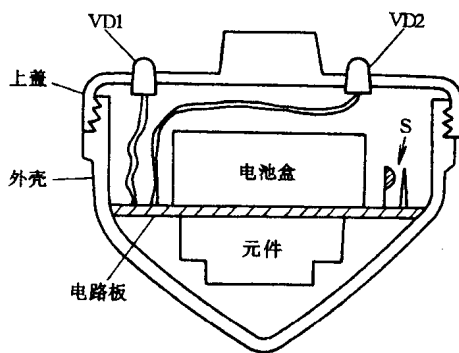

图 2-16
(16) 将电路板(含电池盒和电池)放入陀螺外壳的下部, 元件在下面, 电池盒在上面, 并将其塞紧, 然后旋上上盖, 闪光陀螺便做好了(见图 2-16)。当你旋转这个陀螺时, 离心开关 S 在离心力的作用下闭合, 接通电源, 电路起振, 发光二极管 VD1、VD2 交替闪光。由于陀螺自身在飞速旋转, 所以 VD1、VD2 分别形成光环, 其综合视觉效果是红、绿两个光环交替闪亮。